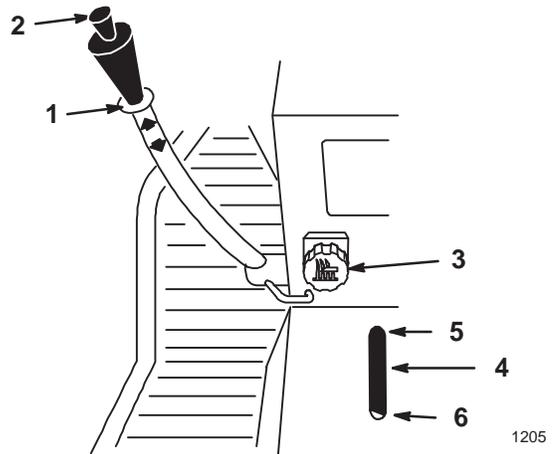

Figure 19
Le levier de relevage d’accessoires (Fig. 19) s’utilise pour relever ou abaisser divers accessoires.
Le bouton de réglage de hauteur (Fig. 19) s'utilise pour limiter la descente de l'accessoire. Le bouton peut être tourné dans un sens ou dans l'autre pour placer la limite de descente plus haut ou plus bas.
1. Placer le levier de relevage d'accessoire en position relevée, voir Relevage d'accessoires. Quand le levier est en position haute, le bouton de réglage de hauteur (Fig. 19) peut être utilisé pour déplacer la limite de descente de l'accessoire. Tourner le bouton respectivement vers la gauche ou vers la droite pour faire descendre l'accessoire plus bas ou moins bas.
2. L'indicateur de réglage de hauteur (Fig. 19) indique le déplacement de la position relative du réglage.